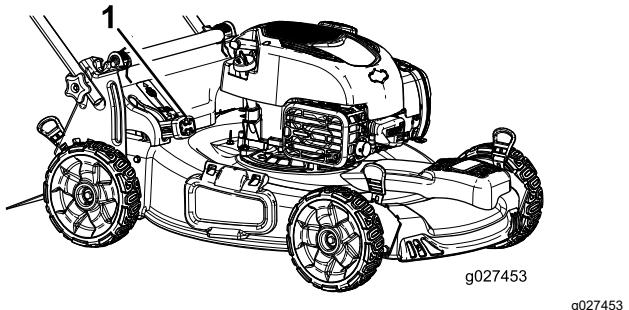

Bild 18
- Zum Sammeln des Schnittguts und Laubs drücken Sie die Taste am Hebel für den zuschaltbaren Fangkorb und bewegen den Hebel nach vorne, bis die Taste am Hebel herausspringt (Bild 18).